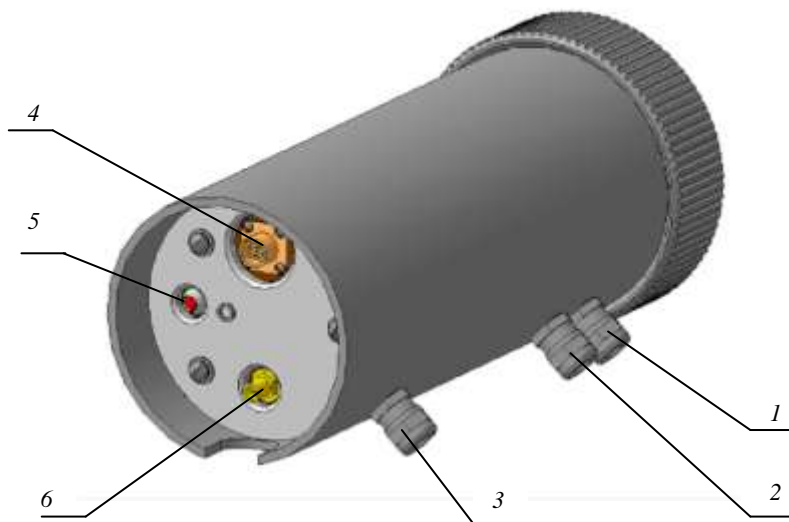
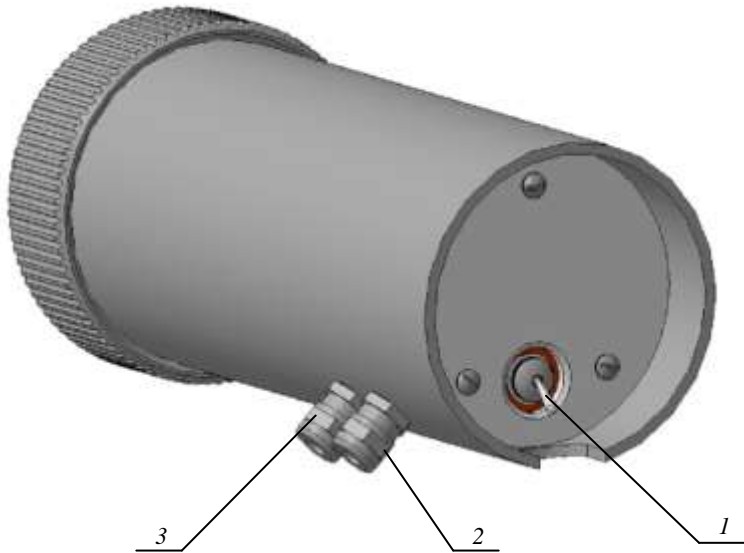

Рисунок 3 - Внешний вид отсека блока нормирующего преобразователя
Рисунок 4 - Внешний вид отсека аккумуляторного блока
На корпусе весов смонтированы два цилиндрических отсека, в одном из которых размещен блок нормирующего преобразователя (рисунок 3), а в другом - аккумуляторный блок (рисунок 4).
В отсеке блока нормирующего преобразователя (рисунок 3) через гермовводы (1), (2) подключаются кабели термодатчика и тензомоста весоизмерительного датчика, а через гермоввод (3) подключен кабель питания весов от аккумуляторного блока. Также на корпусе блока нормирующего преобразователя размещаются разъем для подключения кабеля интерфейса (4), светодиодный индикатор (5), предназначенный для сигнализации о включении весов, и антенный разъем (6).
На корпусе отсека аккумуляторного блока (рисунок 4) размещен тумблер (1) включения весов. Через гермовводы (2) и (3) к аккумуляторному блоку подключается кабель питания весов и кабель подключения солнечных батарей. Внутри отсека размещен аккумуляторный блок.